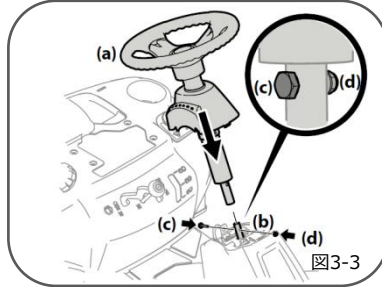

図3-3
3. 下部のステアリングシャフト(b)の上にステアリングホイール・アセンブリ(a)を取り付け、ボルトで(c)を差し込み、ロックナット(d)で止めてください。(図3-3参照)